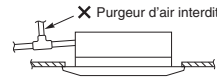

Fig. 3-11
- Ne pas installer de purgeur d'air, car ceci peut entraîner un jet d'eau de la sortie de tuyau de vidange. (Fig. 3-11)